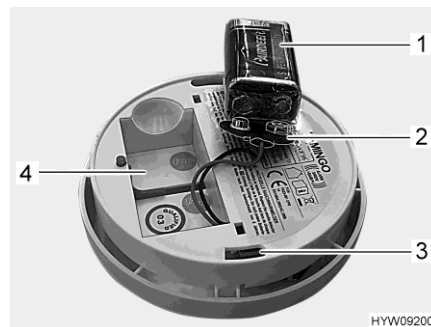

Bild 119 Brandvarnare (baksida)
- Ta ut batteriet och separera från batteriklämman (Bild 119,2).
- Anslut nytt batteri (Bild 119,1) på batteriklämman (Bild 119,2). Se till så att batteripolerna sitter i rätt läge på batteriklämman.
- Stoppa in batteriet i batterifacket (Bild 119,4).
- Sätt fast brandvarnaren (Bild 120,1) i hållaren (Bild 120,3). De kvarhållande kragarna (Bild 120,2) måste gripa in i öppningarna (Bild 119,3) i brandvarnaren.